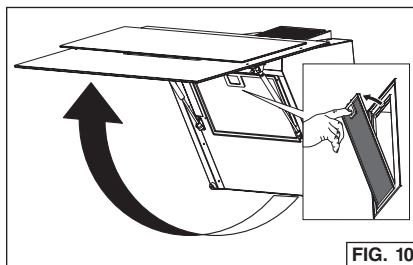

FIG. 10
5. Soulevez le panneau avant en verre et retirez le filtre à graisse. Fig. 10.